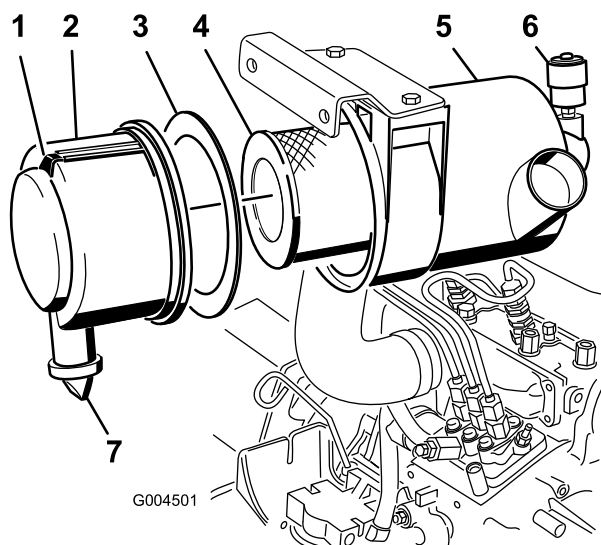

Figure 64
2. Faites l'entretien du filtre à air quand l'indicateur de colmatage (Figure 64) est rouge ou toutes les 400 heures (plus fréquemment si vous travaillez dans une atmosphère extrêmement poussiéreuse ou sale). N'effectuez pas l'entretien du filtre à air trop souvent.
1. Tirez le verrou vers l'extérieur et tournez le couvercle du filtre à air dans le sens antihoraire (Figure 64).
2. Déposez le couvercle du corps du filtre à air (Figure 64).
4. Déposez et remplacez le préfiltre (Figure 64).
6. Vérifiez que le joint en mousse est en place dans le couvercle et qu'il n'est pas déchiré ou endommagé (Figure 64).
- A. Retirez la valve de sortie en caoutchouc du couvercle (Figure 64).
10. Réarmez l'indicateur de colmatage (Figure 64) s'il est rouge.